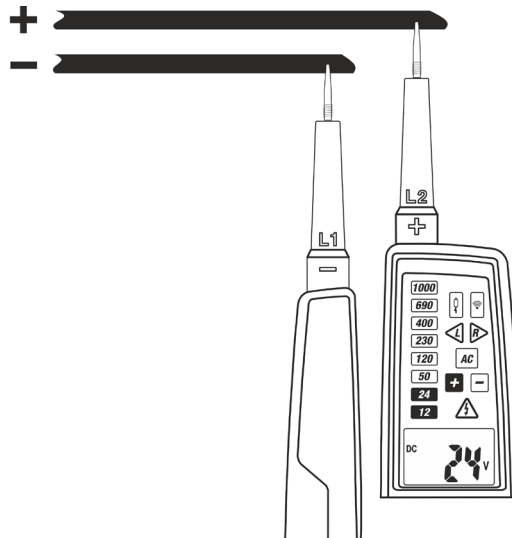

Abb. 4: DC Spannungsmessung
2. Verbinden Sie die Prüfspitzen **L1** und **L2** mit der zu messenden Quelle (siehe Abb. 4). Die Messung wird **nur mit Kontakt zwischen den Prüfspitzen und den Metallteilen der Leiter** durchgeführt.
4. Wenn die LED "-" leuchtet, hat die gemessene Spannung die umgekehrte Polarität als diejenige der Verbindung in der Abb. 4